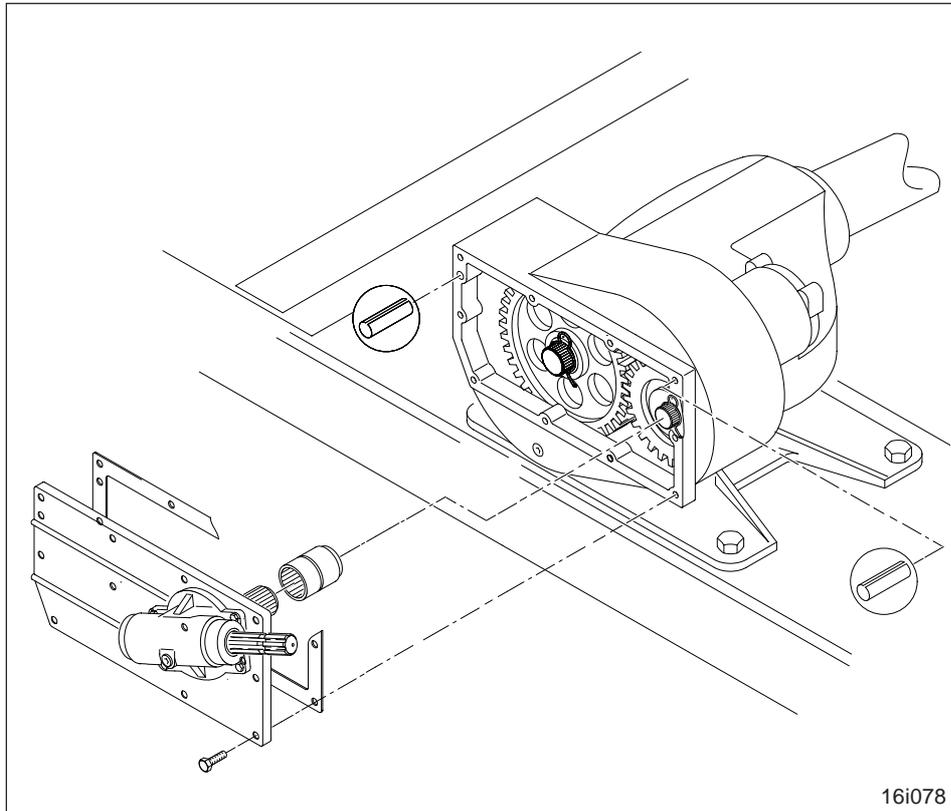

Fig. 9.11
Pour entraîner la turbine équipant le semoir pneumatique AD-P à partir de la prise de force du tracteur, le boîtier principal à pignons interchangeables doit être équipé avec une restitution à renvoi d'angle (fig. 9.11).
- La restitution à renvoi d'angle (fig. 9.11) ne doit être mise en action qu'après l'accouplement du semoir AD-P et de la transmission à cardan (voir notice AD-P).